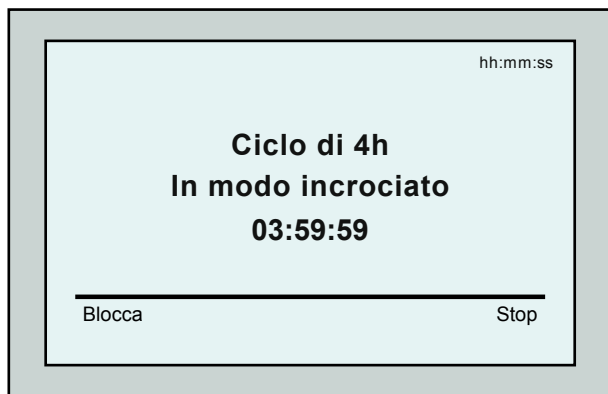
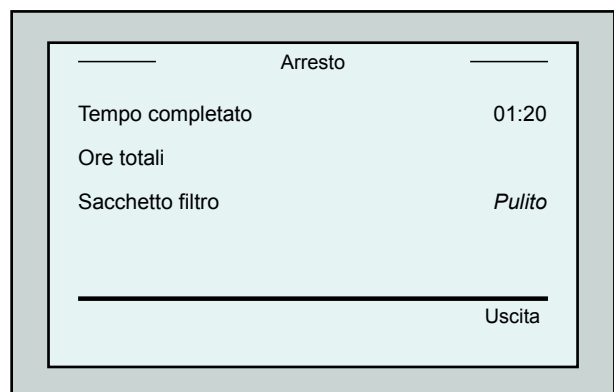

Figura 4: Schermata di conto *alla rovescia* per la sessione di 4 ore
Figura 5: Schermata d'*arresto manuale*
6. Premere il pulsante **Avvio**. Inizia la sessione di pulizia. Sono impiegate le impostazioni predefinite di fabbrica. Per modificare tali parametri consultare **Configurazione di ulteriori profili di piscina** a pagina 41. Il robot inizia il suo ciclo di pulizia e MMI visualizza la schermata *Conto alla rovescia* (Figura 4):
Per evitare cambiamenti non autorizzati delle impostazioni MMI si può bloccare la tastiera MMI: Dalla schermata *Conto alla rovescia*, premere **Blocca** (Figura 4). Per sbloccare la tastiera, premere **POOL** e poi **HOME** in questo ordine.
1. Dalla schermata di *conto alla rovescia* (Figura 4), premere il pulsante **Arresto**. Sullo schermo di MMI appare il messaggio: "Arresto robot – prego attendere". Dopo 5 secondi appare la schermata *Arresto manuale* (Figura 5).